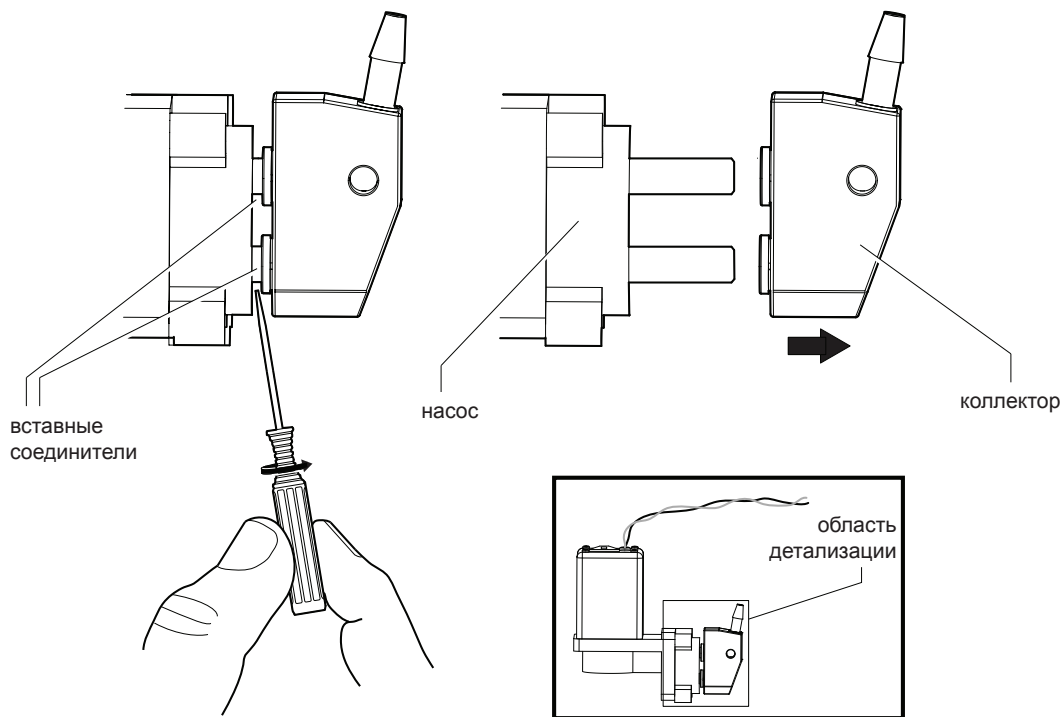

Рис. 35. Отсоединение вставных соединителей
9. Отсоедините от насоса коллектор. Отсоедините два вставных соединителя, осторожно поддевая коллектор с помощью часовой отвертки, как показано на рис. 35.